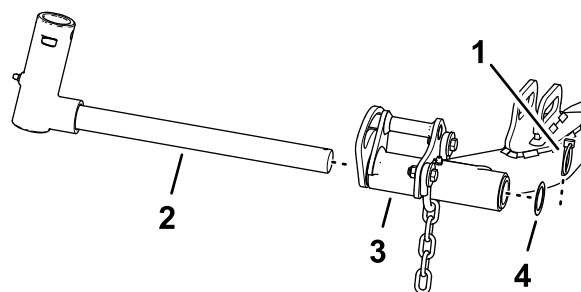

Figura 26
- Îndepărtați tiftul de prindere i aiba care fixează axul pivot al braului de ridicare pe braul de ridicare i glisați arborele pivotului în afara braului de ridicare (Figura 26).